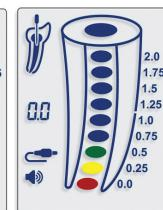

图 10
5.4.13. 抵达根尖孔时(0.0),根管图像中将显示红色分段(图 10)并发出恒定的提示音。使用牙髓尺确定以电子方式获得的长度。要确定工作长度,请从电子长度中减去0.5~1.0 mm。